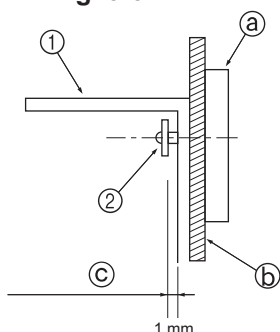

Fig. 3-4
- Сначала прикрепите крепежный кронштейн к стене, и затем затяните винт таким образом, чтобы кронштейн мог плавно передвигаться вверх или вниз. (Fig. 3-4)
- ① Крепежный кронштейн для предотвращения опрокидывания прибора
- ② Самонарезающий винт